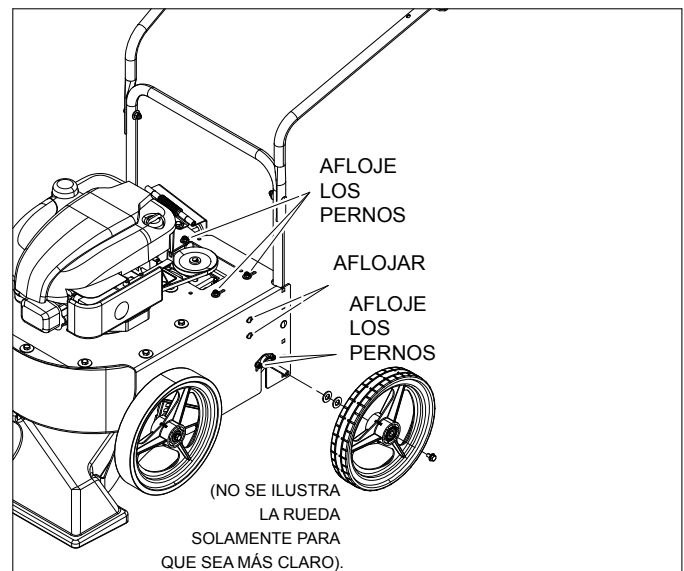

Figura 5.2, Afloje los pernos de 1/4 pulg. (6 mm)
2. Afloje los tres pernos con cabeza de hongo de 1/4 pulg. (6 mm) que sujetan la pieza soldada del soporte de la transmisión (Figura 5.2).